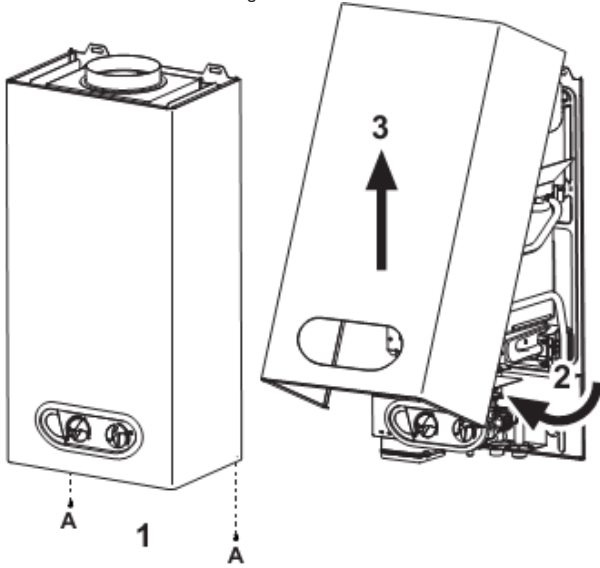

fig. 11 De behuizing openen
1. Draai de twee schroeven A los (fig. 11).